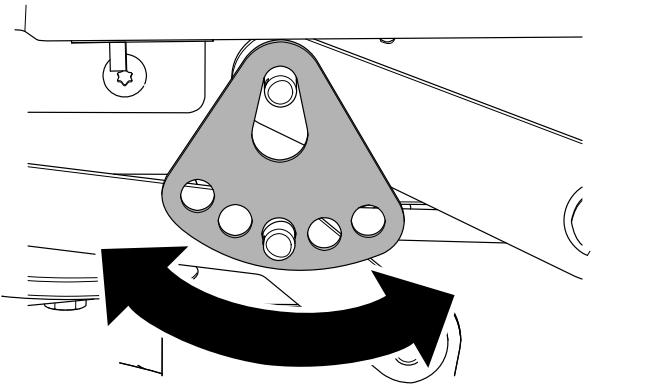

Figura 67
7. Gire la pletina de altura de corte hasta un orificio diferente, de modo que sostenga el peso de la carcasa del cortacésped después de instalar la pletina (Figura 67).
8. Instale la arandela y la chaveta (Figura 67).